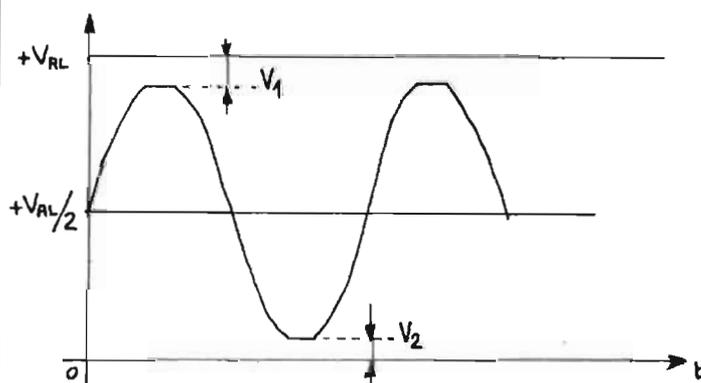

Fig. 6. — Forme d'onde du signal de sortie d'un amplificateur montrant un écrêtage dû aux tensions de déchet V_1 et V_2 .
L'examen du signal de sortie présent au point A du montage de la Fig. 2 permet de déterminer la commande nécessaire au transistor T_1 . La tension du point A, à grands signaux, est représentée sur la Fig. 6. Les tensions V_1 et V_2
représentent les pertes qui existent sur l'amplitude du signal maximum par rapport à la tension d'alimentation. Il va sans dire que ces tensions de déchet sont préjudiciables au rendement de l'amplificateur. La tension V_1 de la Fig. 6 est produite en partie par la tension de saturation du transistor T_1 de la Fig. 2, et en partie par les deux tensions de seuil dues aux transistors T_1 et à son étage de commande « Darlington ». En effet, si l'on se reporte à la Fig. 3, le potentiel du point (1) est égal à celui du point (3) diminué des deux tensions de seuil des transistors T_1 et T_2 . Comme le potentiel du point (3) est égal, au plus, à celui de la tension d'alimentation, on conçoit donc que la tension du point (1) est toujours inférieure à celle de la tension d'alimentation. Pour améliorer le fonctionnement du montage on utilisera donc la technique du « Bootstrap ». Pour ce faire, on fractionne la résistance de charge du transistor driver, puis on relie le point milieu de ces deux résistances à la sortie de l'amplificateur au moyen d'une capacité de valeur élevée. C'est ce qui est réalisé sur le schéma de la Fig. 5 par les résistances R_{17} , R_{19} et le condensateur C_7 . Au repos, le point milieu de l'amplificateur de droite est à une tension voisine de $V_{AL} / 2$. Le condensateur C_7 est donc chargé à une tension comprise entre V_{AL} et $V_{AL} / 2$, et qui est fonction du rapport des résistances R_{17} et R_{19} . Quand T_3 va avoir tendance à se bloquer, son potentiel collecteur va remonter ainsi que la base de T_4 . Le potentiel du point milieu (point 1) suit la même variation que la base de T_4 . De ce fait, le condensateur C_7 transmet cette variation de tension au point de jonction des résistances R_{17} et R_{19} , mais en conservant le décalage de tension correspondant à la charge qu'il avait emmagasinée quand l'amplificateur était au repos. Ainsi, dans les alternances positives de grande amplitude, le transistor T_3 peut être alimenté par une tension plus élevée que celle fournie par la source d'alimentation, ce qui permet à ce dispositif de continuer à fonctionner dans une région à caractéristiques linéaires et qui augmente considérablement l'excursion possible du signal de sortie.